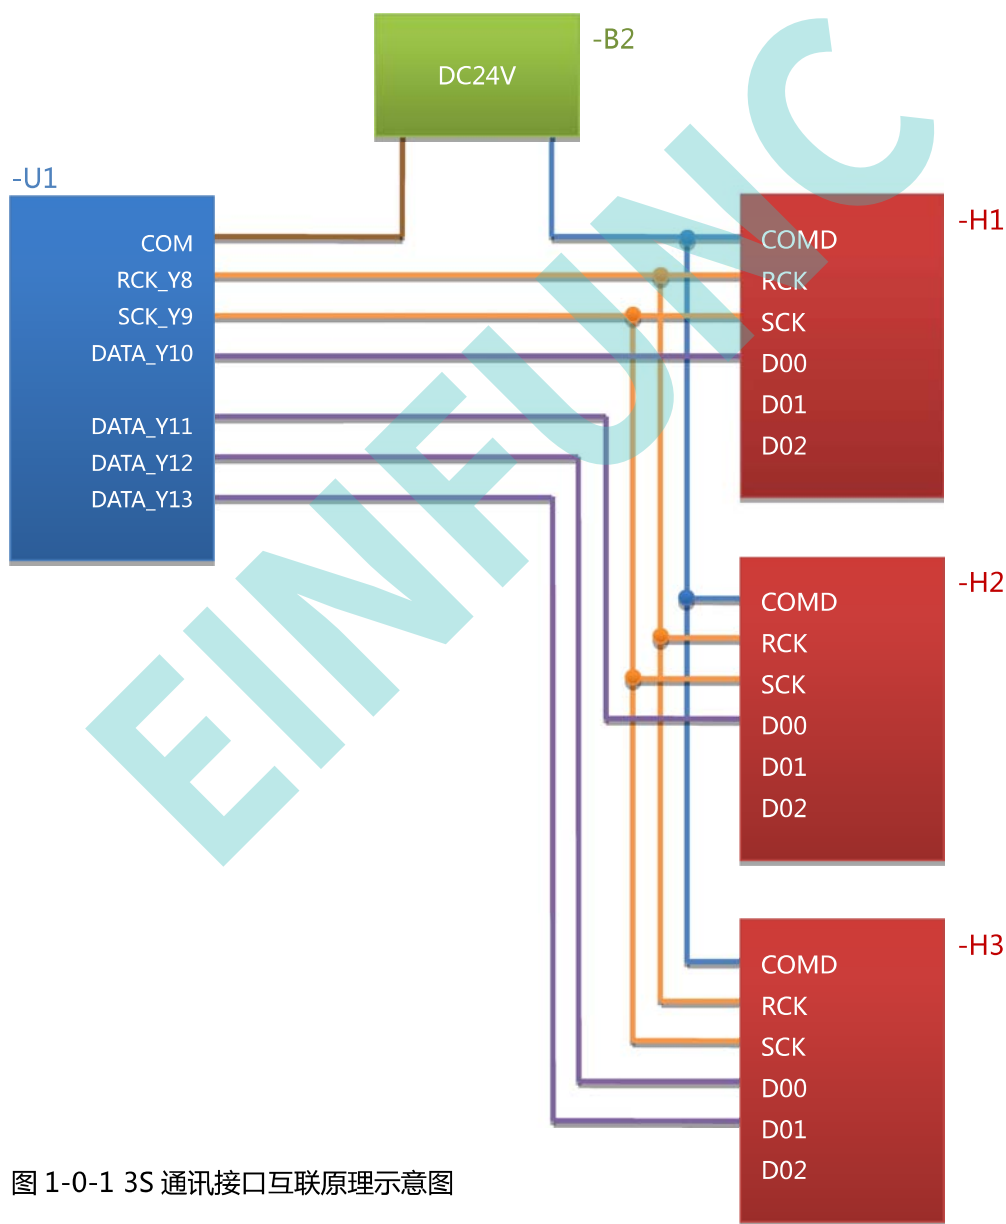

图 1-0-1 3S 通讯接口互联原理示意图
3S 通讯技术是指将 PLC 程序中任意指定的操作数如定时器、计数器、内部变量数据和常量数据,通过 PLC 直流固态输出点组成的 3S 通讯接口串行传送至带有 3S 通讯接口的外部设备上,使这些设备对接收到的数据进行进一步的处理,如图 1-0-1 所示。这项技术由任志兵于 1995 年发明研制,在当年申请并实施了实用新型专利:ZL95226265.7。在图 1-0-1 中:
任选 PLC-U1 三个晶体管输出点作为最基本的 3S 通讯接口,如图 1-0-1 中所示的 Y8、Y9 和 Y10 点:
在最基本的连接基础上只需增加数据输出口 Y11、Y12、Y13.....,各个数据通道在时钟的驱动下同时向外部设备的数据输入端 D00、D01、D02.....传送数据,每个通道每帧传送一个字 (16Bits) 的数据码。这样能够保证传送速度不变。如图 1-0-1 中,-H3 外设需要接收双整数数据 (32Bits),PLC-U1 需要两个数据输出口,一个传送双整数的低字,另一个传送双整数的高字。
- ❖ 3S 通讯线路电源就是图 1-0-1 中的-B2 电源，DC24V。它与各设备的 COM/COMD 的连接方向取决于 PLC-U1 的 DO 晶体管/场效应管的有效电流方向：